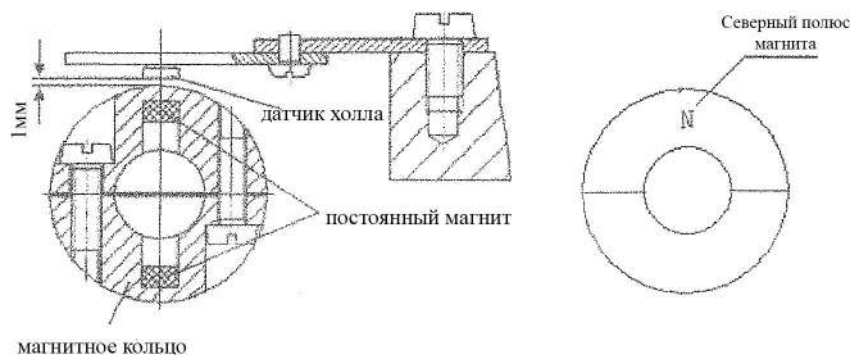

Рис. 5 Магнитное кольцо и плата Холла
4. Установка постоянного магнита и датчиков Холла (см. рис. 5). Поднимите северный полюс магнита вверх так, чтобы датчик Холла был повернут к северному полюсу. Одновременно поднимите иглу вверх и убедитесь, что игла приподнята над игольной пластиной на расстояние около 3 мм.